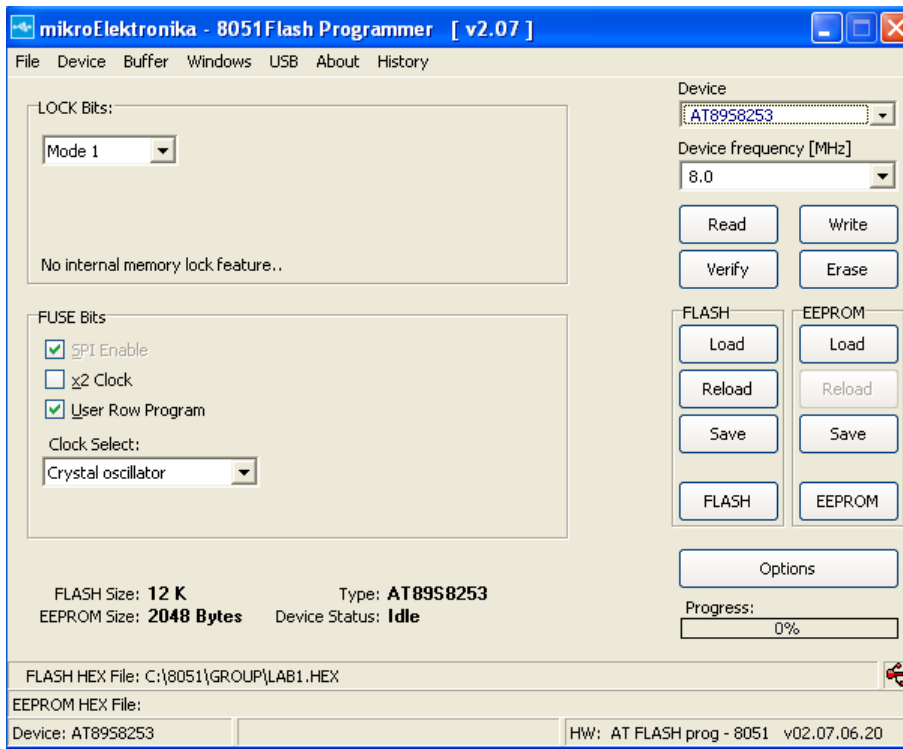

Рис. 7. Окно программатора
8. После того, как программа скомпилирована, ее необходимо записать в ПЗУ микроконтроллера и запустить на выполнение для проверки правильности работы. Для этого выберите пункт меню **Project**→**Build + Program**. Среда разработки выполнит повторную компиляцию проекта, и запустит программатор (**8051 Flash Programmer**), который осуществит запись программы в микроконтроллер. Внешний вид окна программатора с необходимыми параметрами показан на рис. 7.